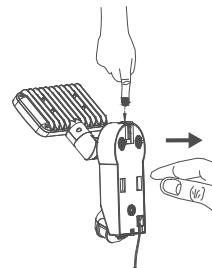

Bild 2
- Tryck på frigöringsknappen på ovansidan (Bild 2) och öppna höljet genom att dra väggfästet